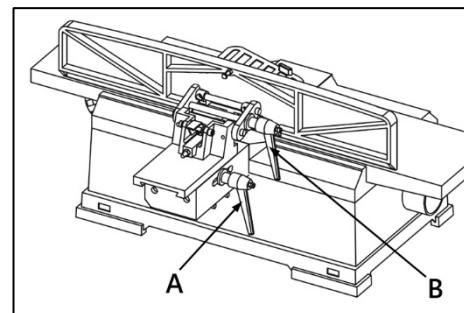
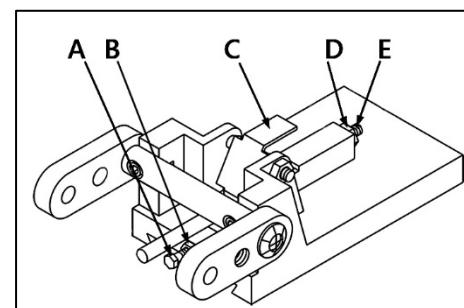

Рисунок 9.
Рисунок 10.
Для перемещения параллельного упора вдоль стола необходимо ослабить рукоятку (A) (рис. 9) и установить необходимое положение параллельного упора. После затяните рукоятку.
Для данной настройки отключите станок от электросети, расположите параллельный упор под углом 90 градусов относительно стола. Затем затяните рукоятку (B) (рис. 9). Для проверки прямого угла, расположите слесарный угольник С на столе и прижмите к параллельному упору.
Для настройки ослабьте рукоятку (B) (рис. 9) и стопорную гайку (D) (рис. 10). Поворачивайте регулировочный винт (E) до тех пор, пока не будет достигнут нужный угол. Затяните рукоятку и стопорную гайку.
Чтобы выполнить данную настройку, отключите станок от электросети, ослабьте рукоятку В (рис. 9). Наклоните параллельный упор во внешнюю сторону насколько это возможно и затяните рукоятку. Используя слесарный угольник, проверьте, что угол направляющей параллельного упора к столу составляет 135 градусов.
Для настройки, ослабьте рукоятку и ослабьте фиксирующий винт ограничителя (С) (рис. 10). Корректируйте положение ограничителя до тех пор, пока не будет настроен необходимый угол. Затяните рукоятку и фиксирующий винт.
Чтобы выполнить данную настройку, отключите станок от электросети, ослабьте блокирующую рукоятку (B) (рис. 9). Наклоните параллельный упор во внутреннюю сторону насколько это возможно и затяните рукоятку. Используя слесарный угольник, проверьте, что угол направляющей параллельного упора к столу составляет 45 градусов.
Для настройки, ослабьте рукоятку (B) (рис. 9) и стопорную гайку (B) (рис. 10) регулировочного болта (A). Поворачивайте болт до тех пор, пока не будет достигнут нужный угол. Затяните рукоятку и стопорную гайку.